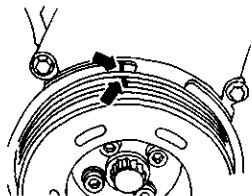

图 2-16 第一缸上止点位置标记
- 2) 曲轴转到第一缸的上止点位置，如图 2-16 箭头所示。